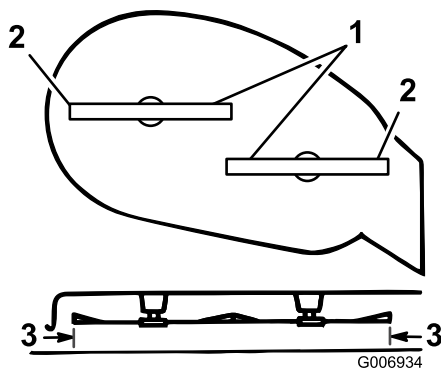

Figura 39
5. Gire cuidadosamente las cuchillas colocándolas perpendicularmente al sentido de avance de la máquina (Figura 39).
6. Mida entre los bordes de corte exteriores y la superficie plana (Figura 39). Si hay una diferencia de más de 5 mm entre ambas dimensiones, ajústelas y continúe con este procedimiento.